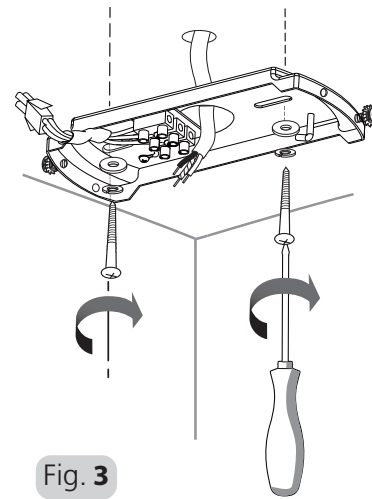

Fig. 3
4. MONTAGE DER AUFHÄNGEHALTERUNG: Die Versorgungsdrähte durch das Loch in der Halterung führen und die Halterung mit den Unterlegscheiben, Federscheiben und Holzschrauben am Deckenbalken befestigen. Siehe Abb. 3
4. INSTALLING THE HANGING BRACKET: Locate and mark the center of the joist. Pass the supply wires through the hole in the bracket. Secure the bracket to the ceiling joist by using the flat washers, spring washers and wood screws. Refer to Fig. 3
4. INSTALLATION DU SUPPORT DE SUSPENSION : Repérez et marquez le centre de la solive. Passez les câbles d'alimentation à travers le trou du support. Fixez le support à la solive de plafond à l'aide des rondelles plates, des rondelles élastiques et des vis en bois. Voir Figure 3.
4. **INSTALLARE LA STAFFA DI SOSPENSIONE:** Identificare e contrassegnare il centro del travetto. Far passare i cavi di alimentazione attraverso il foro nella staffa. Fissare la staffa al travetto del soffitto utilizzando le rondelle piane, le rondelle elastiche e le viti per legno. Vedere la fig. 3
9. **MONTAGE VAN DE OPHANGBEUGEL:** Bepaal en markeer het midden van de draagbalk en leid de voedingsdraden door het gat in de beugel. Zet de beugel vast aan de plafondbalk met behulp van de vlakke sluitringen, de veerringen en de houtschroeven. Zie Fig. 3
4. **INSTALACIÓN DEL SOPORTE DE SUSPENSIÓN:** Localize e marque o centro da viga. Passe os fios de alimentação pelo furo no suporte. Prenda o suporte à viga do teto utilizando as anilhas planas, anilhas de mola e parafusos de madeira. Consulte a Fig. 3